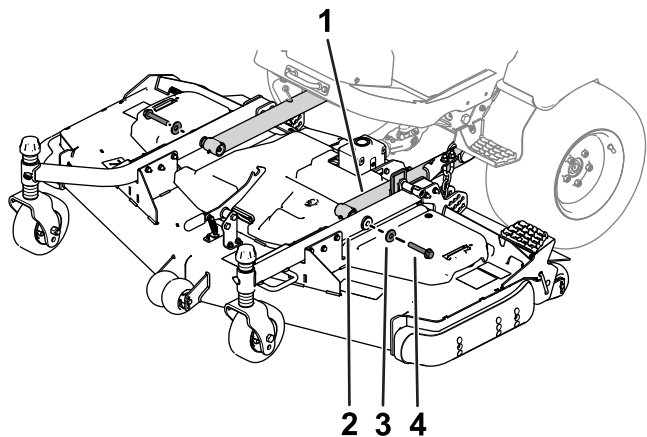

Рисунок 5
- Используйте два болта с шестигранными головками и две шайбы для крепления рычагов поворотных колес к подъемным рычагам (Рисунок 5).